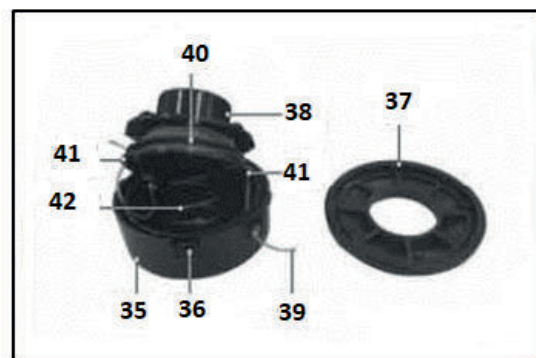

Рис.14.
- Удерживая одной рукой катушку (35) нажмите на защелку (36), другой рукой поверните крышку (37) и разберите катушку.
- Извлеките шпульку (38) и удалите остатки лески (39) (Рис.14).
- Зацепите петлю лески за технологическое отверстие (40) на среднем ребре шпульки (38).